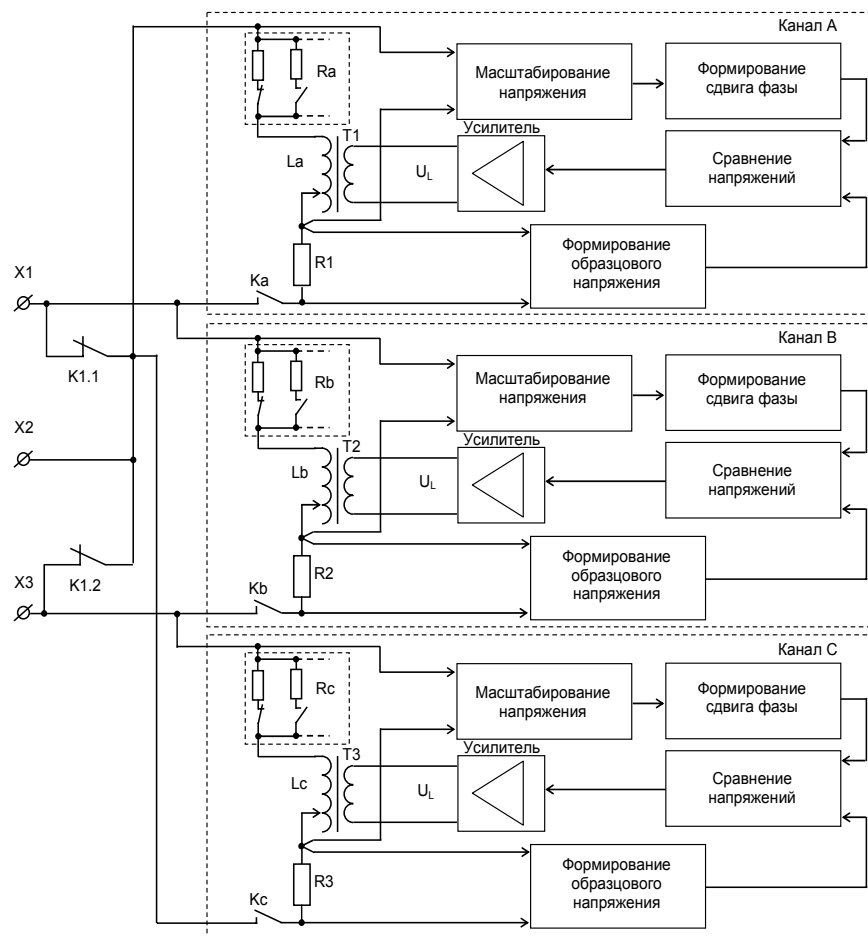

Рисунок 5.3
5.3.1 На рисунке 5.5 показана схема подключения Магазина к однофазному ТН. Нагрузка воспроизводится на зажимах X1 и X3 (рисунок 5.3) поверяемого ТН. Ряд воспроизводимых нагрузок в зависимости от номинального вторичного напряжения поверяемого